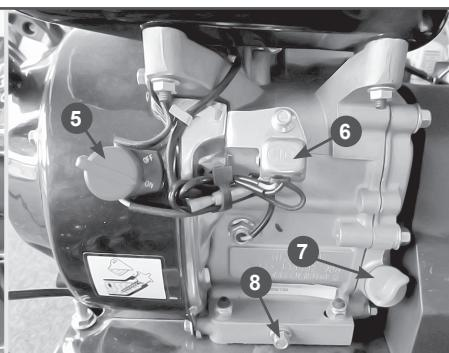

Рис.19 Основные узлы и органы управления двигателем
Основные узлы и органы управления двигателем приведены на Рис.19.
- Откройте топливный кран, переместив рычаг топливного крана 4 (Рис. 19) в рабочее положение (ON).
- При запуске двигателя закройте воздушную заслонку карбюратора рычагом 3 (Рис. 19).
- Установите рычаг газа 2 (Рис. 19) в среднее положение.
- Нажмите на праймер подкачки топлива 1 (Рис. 19) три раза. При запуске теплого двигателя праймер нажимать не надо.
- Установите выключатель 5 (Рис. 19) в положение ON (Вкл).